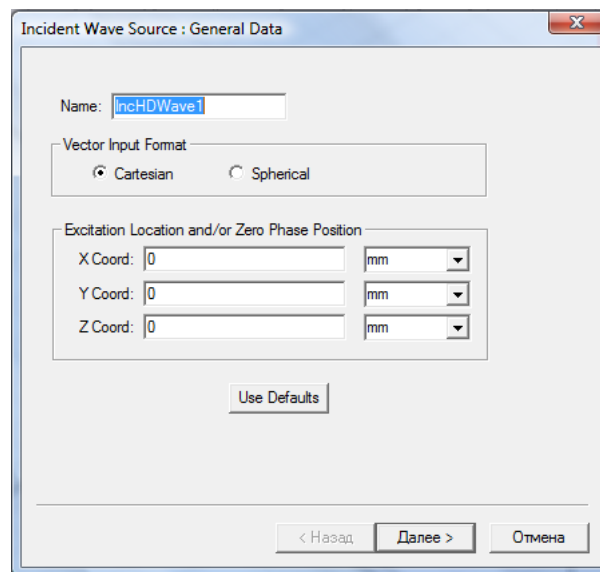

Рис. 4.21. Направление диполя возбуждения на угол 45 градусов
1. Задайте команду **HFSS>Excitations>Assign>Incident Wave>Hertzian-Dipole Wave**. Появляется диалог Incident Wave Source: General Data (рис. 4.21).
6. Если вы выбрали **Cartesian**, появляется диалог **Incident Wave Source: Cartesian Vector Setup** (рис. 4.21). В нем вводятся компоненты X-, Y-, и Z для вектора тока **I*Dipole Length**, где **I** - амплитуда тока (пиковое значение) в ампер-метрах (A*m). Будет задана только падающая волна.